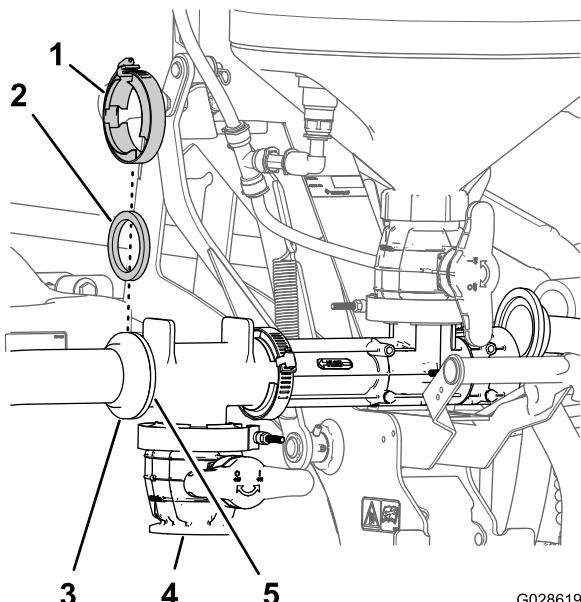

Figure 24
3. Alignez le raccord à bride du flexible de la cuve et la bride avant du raccord en T (Figure 24).
4. Fixez le flexible de la cuve au raccord en T avec un joint et un collier à bride (Figure 24).
5. Élevez et abaissez le mélangeur pour vérifier que le flexible de la cuve n'accroche aucune autre pièce du pulvérisateur (Figure 24).